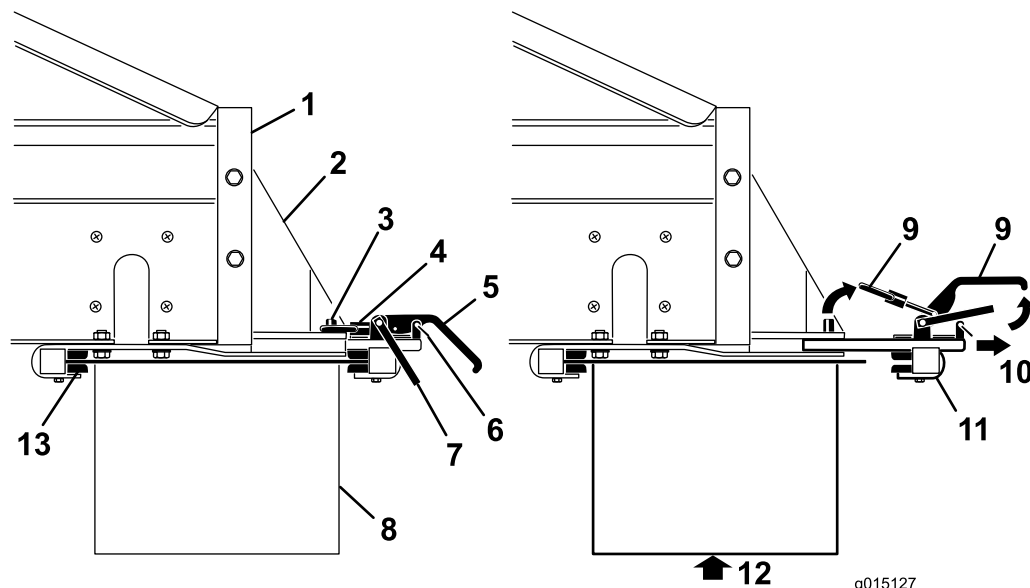

図 37
3. クランプのハンドルから、安全ラッチクリップを外す（図 37）。
4. 安全ラッチを立て、アタッチメント側のクランプハンドルを開いてロックピンからロックリングを外す（図 37）。
5. クイックアタッチスロットから、後クランプアセンブリを引き出す（図 37）。
6. 誰かに補助してもらってクロスコンベア/スイベルを持ち上げ、その前端を MH-400 の下にある前クランプブラケットにセットする（図 37）。
7. クロスコンベア/スイベルを保持したまま、後クランプアセンブリをクイックアタッチスロットに戻し、クロスコンベア/スイベル後端部にセットする（図 37）。
9. クランプのハンドルに、安全ラッチクリップを元通りに取り付ける（図 37）。